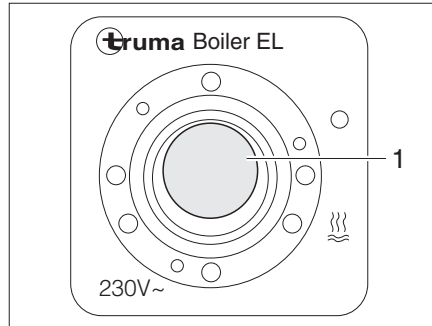

Fig. 129 Interruptor oscilante para la caldera Truma (funcionamiento con electricidad a 230 V)
- Conectar el interruptor oscilante (Fig. 129,1). La luz de control del interruptor se enciende. El agua de la caldera se calienta a 65 °C.
- Poner el interruptor oscilante (Fig. 129,1) en la posición "O". La luz de control del interruptor se apaga.
- En la unidad de mando (Fig. 128) poner el interruptor giratorio (Fig. 128,3) en "O" (Fig. 128,4) o poner el interruptor oscilante (Fig. 129,1) en "O".